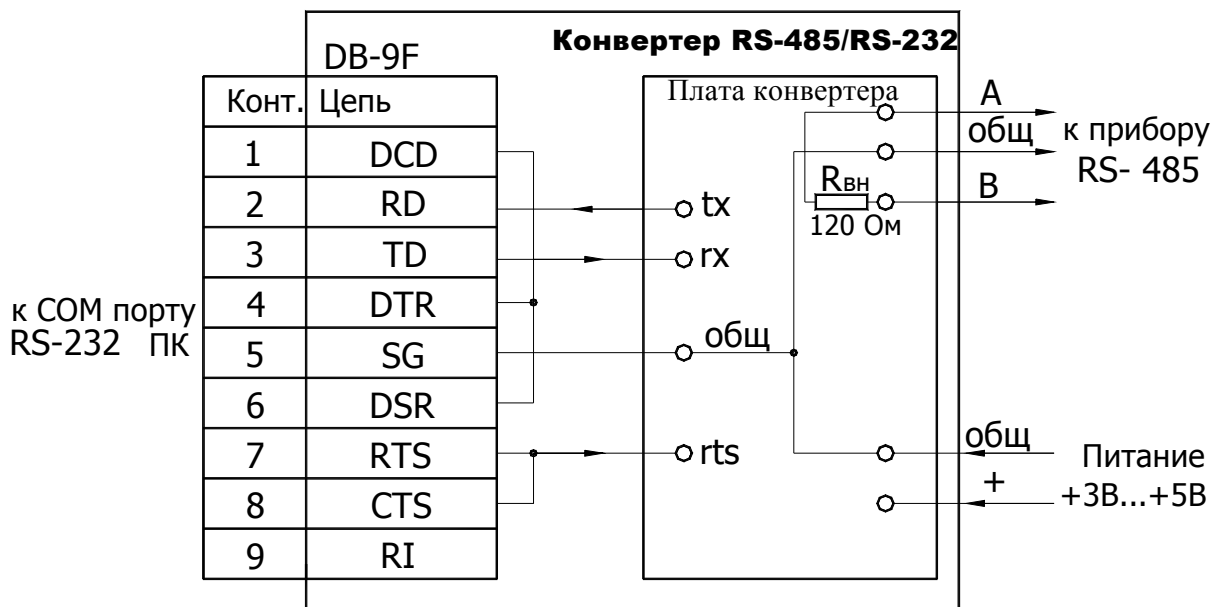
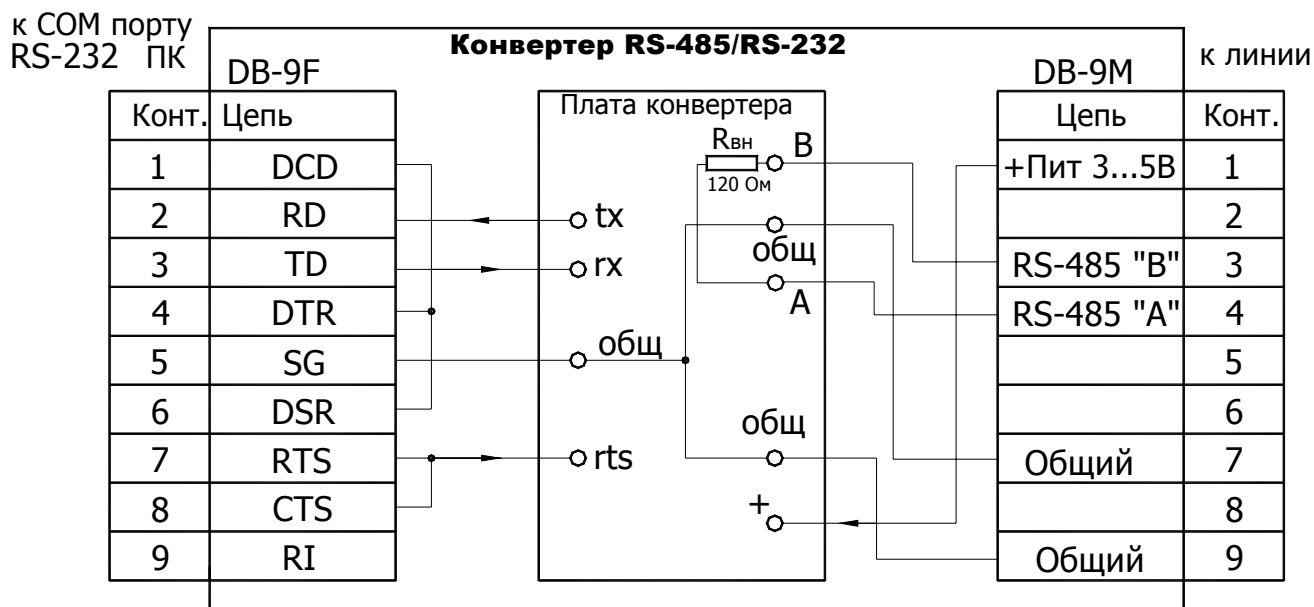

Рис.1. Конвертер RS485/RS232 в корпусе DB-9
Рис.2. Конвертер RS485/RS232 в корпусе DB-9/DB-9.
1.3 Схемы подключения приведены на рис.1, рис.2.